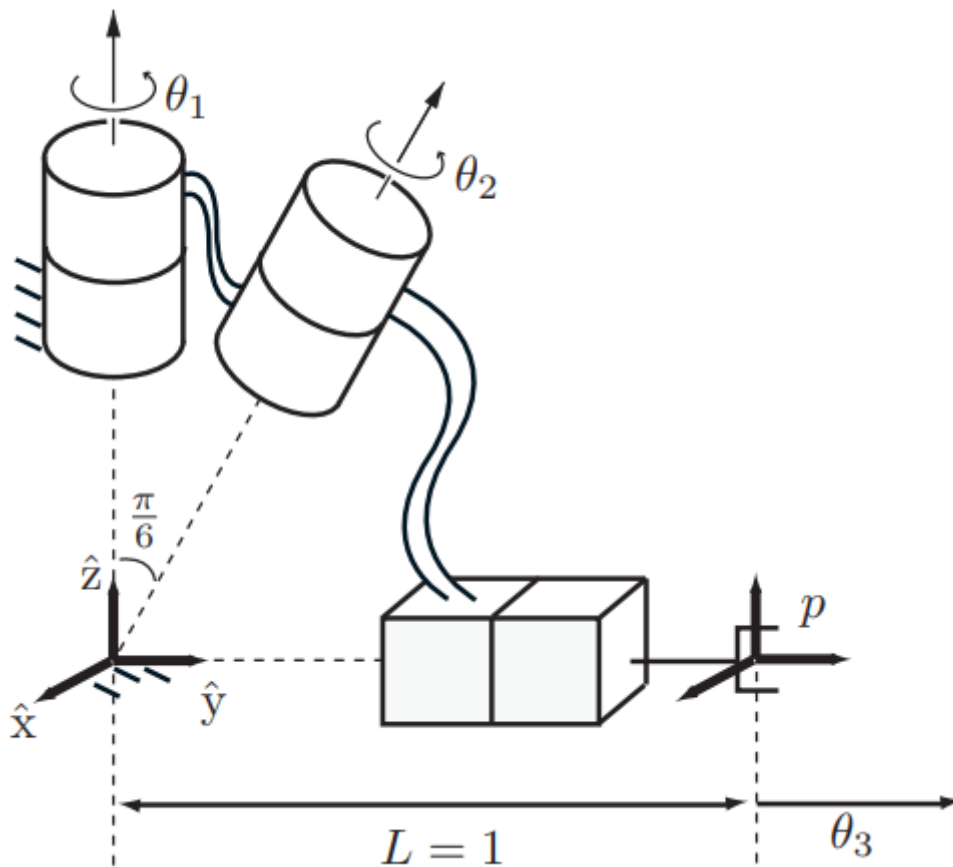

Рисунок 8. Робот 2RP.
6.2 Открытая цепочка робота RRP находится в исходном состоянии (рис. 8). Оси 1 и 2 соединений пересекаются в начале координат, конечный эффектор (p) находится в точке (0, 1, 0).